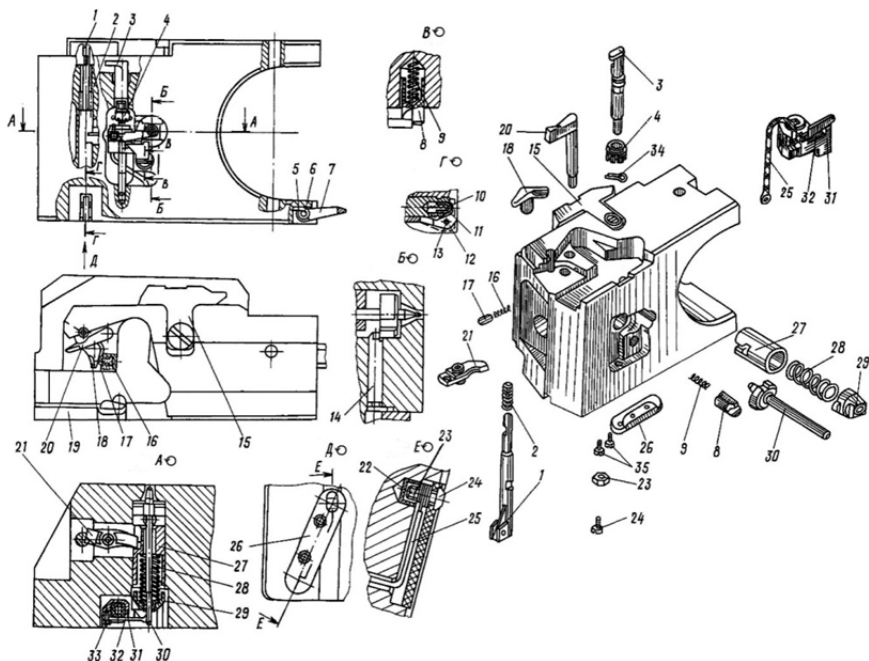

Рис. 2.2. Клин затвора:
- произвести спуск ударника, для чего вывести предохранитель 18 (рис. 2.2) из паза стопора 1 взвода, нажать на собачку 12 и утопить стопор взвода;